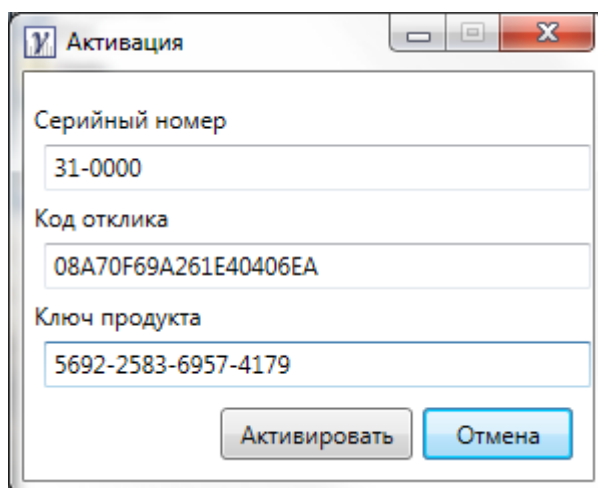

Рисунок 3.11. Окно получения кода отклика
- В появившемся окне «Активация» введите серийный номер, полученный Вами вместе с установочным CD-диском системы АСОНИКА-К-Д (см. рисунок 3.11).
- Скопируйте текст из поля «Код отклика» (см. рисунок 3.11) и отправьте по почте в НИУ ВШЭ по адресу 123458, Москва, ул. Таллинская, д. 34, МИЭМ НИУ ВШЭ, АСОНИКА-К (или в адрес КР ASKSoft по электронной почте на адрес: spolessky@hse.ru).
- Запустите модуль регистрации системы, щелкнув два раза по ярлыку системы АСОНИКА-К-Д (см. рисунок 3.11).
- В появившемся окне «Активация» введите текст ключа в поле «Ключ продукта» (см. рисунок 3.11).
- Нажмите кнопку «Активировать» (см. рисунок 3.11).